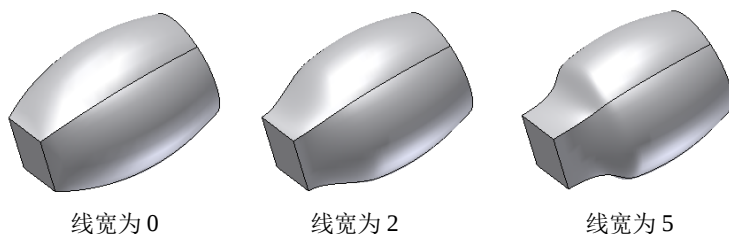

图 3-70 不同线宽下的放样
- (1) 【角度】条件指定草图平面和由草图平面上的放样创建的面之间的角度。
- (2) 【线宽】条件决定角度如何影响放样外观的无量纲值。大数值创建逐渐过渡，而小数值创建突然过渡。从图 3-70 中可看出，线宽为零意味着没有相切，小线宽可能导致从第一个截